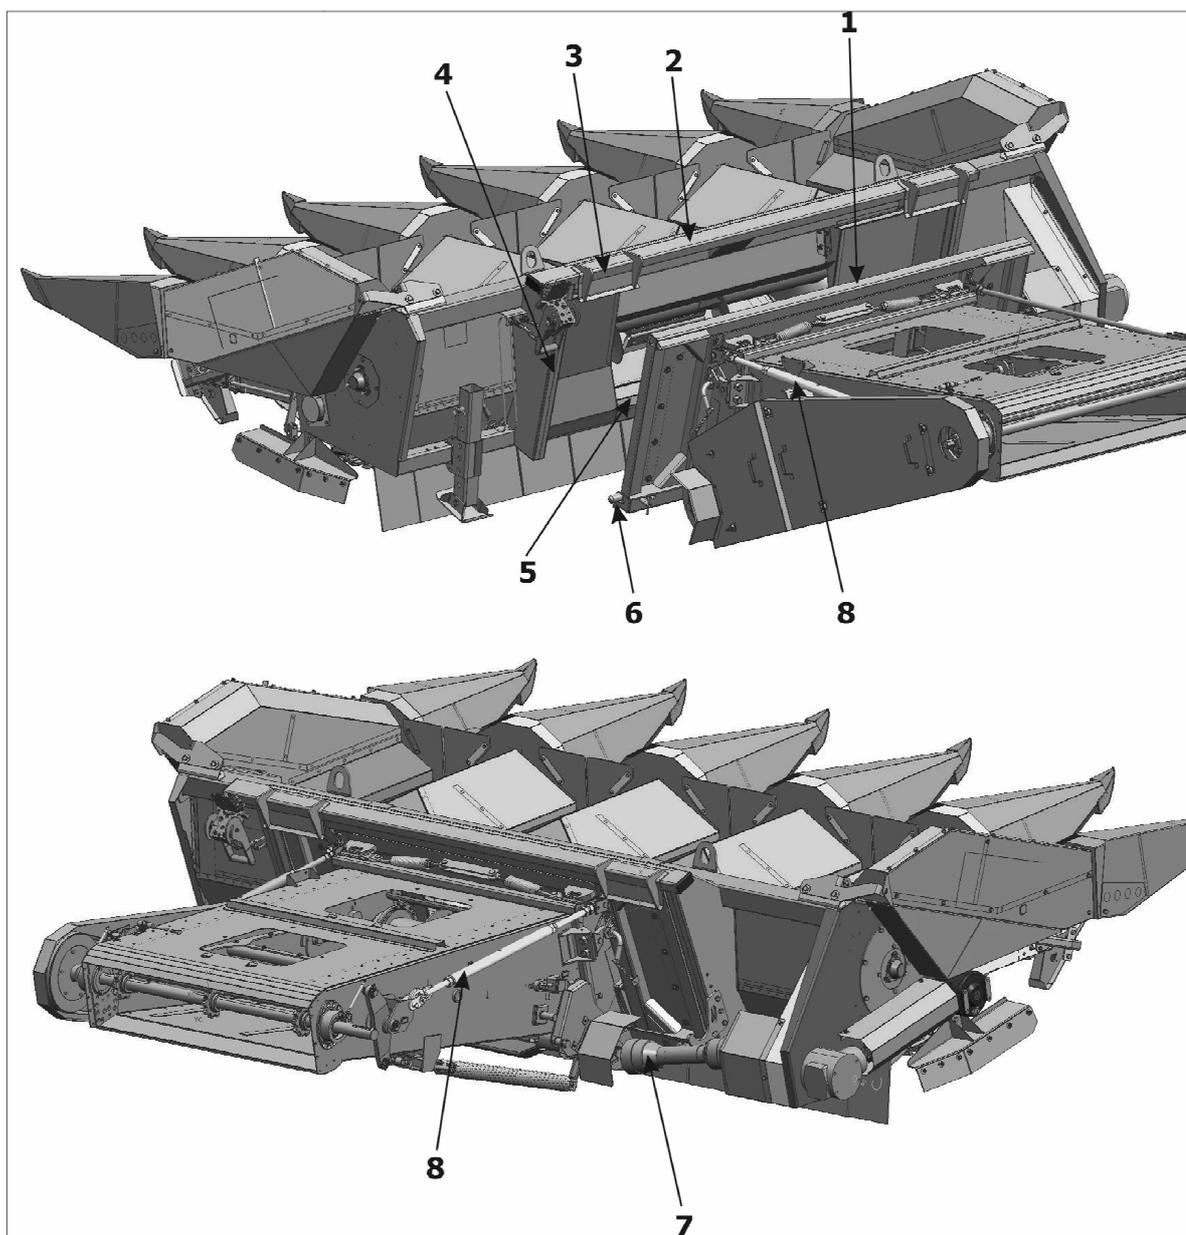

Рисунок 5.1
- Подведите комбайн к приспособлению, так, чтобы верхняя балка наклонной камеры 1 (рисунок 5.1) оказалась под верхним брусом проставки 2 и ниже ловителей 3, при этом наклонная камера должна занять положение между боковинами проставки 4. Когда на-